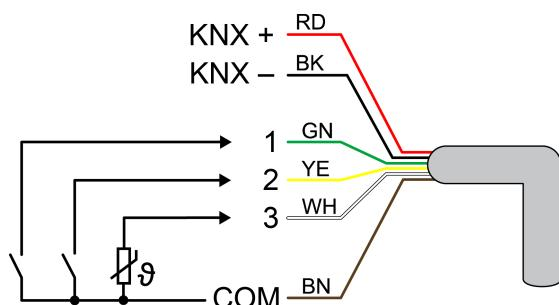

рисунок 2: Распределение подключений управляющей линии (пример)
- При необходимости подключите бесспотенциальные контакты или датчики оттаивания/утечки на входы 1...3 или датчик температуры на вход 3 (см. рисунок 2).